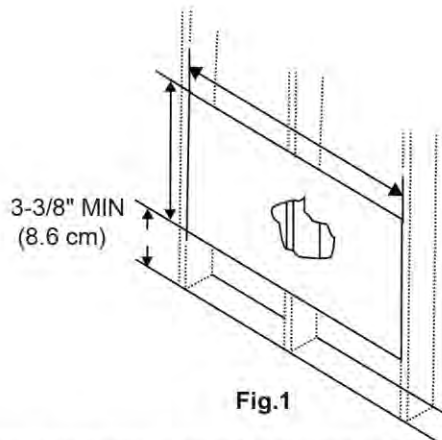

Fig.1
3. Mesurez entre les bords intérieurs de chaque autre montant comme illustré à la Fig. 1.
Voir Fig. 1 et Fig. 2.